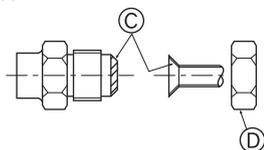

Fig. 4-5
A) (Fig. 4-5)
B) (Fig. 4-5)
4.4. Aansluiten van de pijpen (Fig. 4-5)